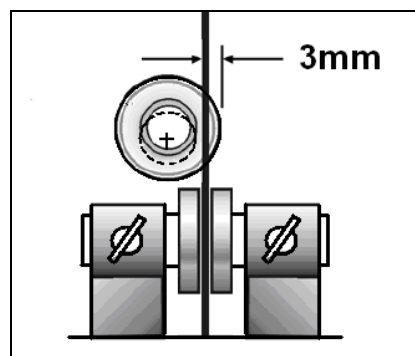

Fig 13
**Untere Bandführung (Fig 13):**